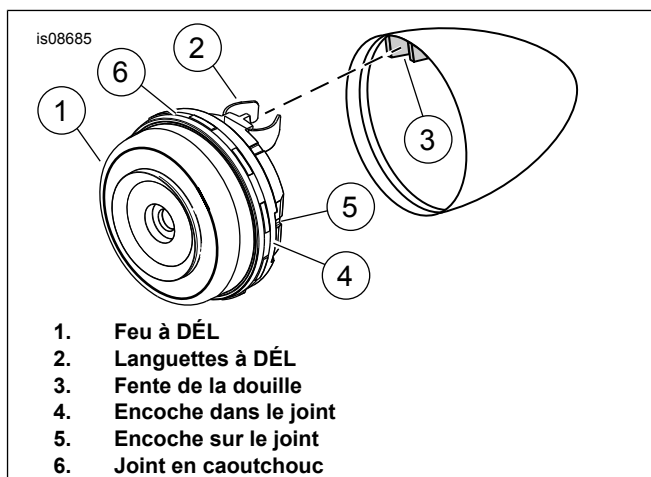

Figure 4. Languette DÉL et boîtier d'ampoule
15. Voir Figure 4 . Aligner l'encoche sur le joint (4) avec l'encoche sur le feu LED (5).
16. Aligner les languettes (2) avec la fente de la douille (3). Glisser le feu à DÉL (1) dans le boîtier en gardant le feu droit et plat-dans le boîtier. Le feu à DÉL est tenu en place par friction du joint en caoutchouc (6).